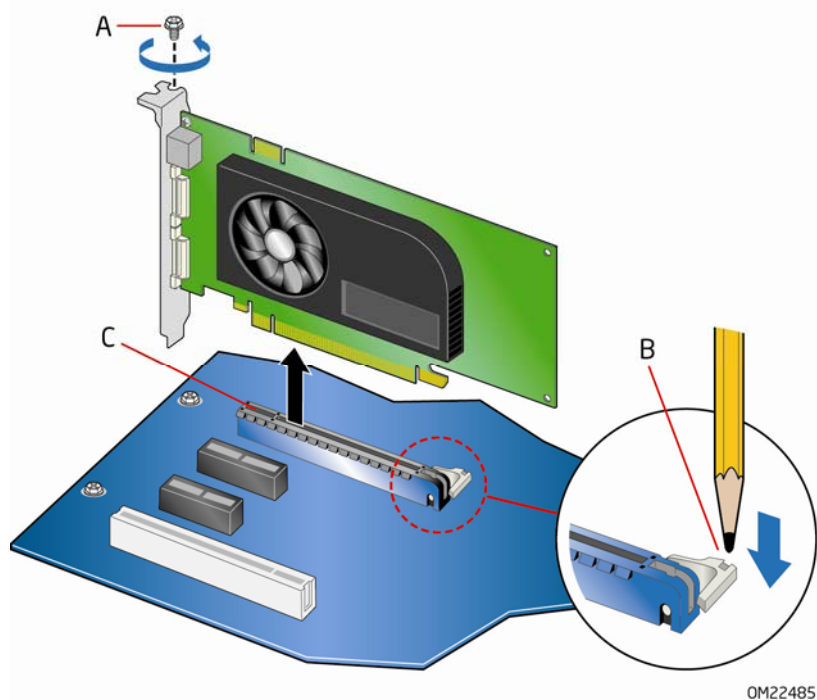

图 18. 拆卸 PCI Express x16 图形卡
3. 从卡的金属支架上卸下螺丝（图 18 中的 A），使卡从机箱背面板上松脱。
4. 使用铅笔尖或类似物品，向下推压凹口中的卡弹出拉杆（图 18 中的 B）。这将从连接器（C）中将卡释放。